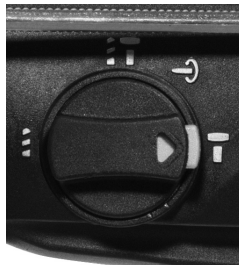

Fig. 7 – Modo rompedor
- En esta función el mandril tiene solamente impacto sin rotación. Es utilizada para quebrar, principalmente, albañilería y concreto y remover revestimientos cerámicos. En estas aplicaciones deben ser utilizadas punteras, tajaderas o cinceles (no acompañan el producto). Utilicela apenas para pequeñas operaciones, como por ejemplo: remover algunas cerámicas de una cocina o limpieza de concreto de una pequeña área. Para seleccionar la función rompimiento, presione la traba de seguridad y gire la manopla (5) para la posición  , conforme muestra la Fig. 7.